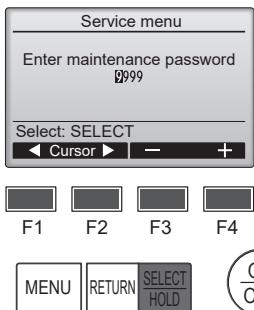

Fig. 6-2
- ① Seleccione "Service" (Revisión) desde el Menú principal, y pulse el botón [SELECT/HOLD].
- ② Una vez seleccionado el Menú Revisión aparecerá una ventana que pide la contraseña. (Fig. 6-2)